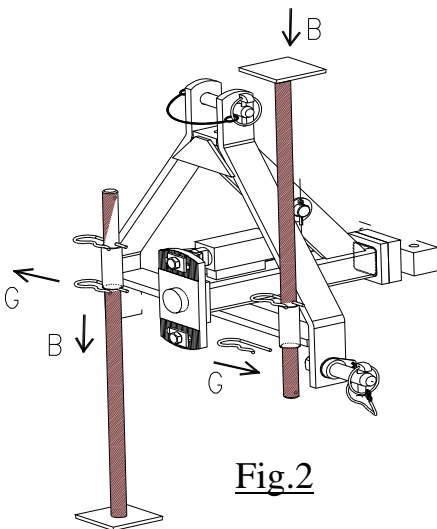

Fig.2
- Retournez les béquilles : ôtez les épingles bêta Rep.G.Fig.2. Sortez les béquilles Rep.B vers le bas, replacez-les par le haut et replacez les épingles bêta.